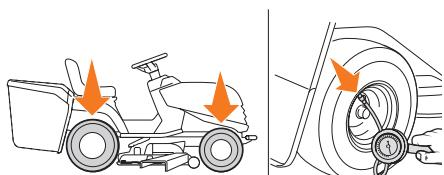

Рис. 13
- Правильное давление в шинах является важным условием для обеспечения полно- го выравнивания режущего узла и, таким образом, для равномерной стрижки газона (Рис. 13).